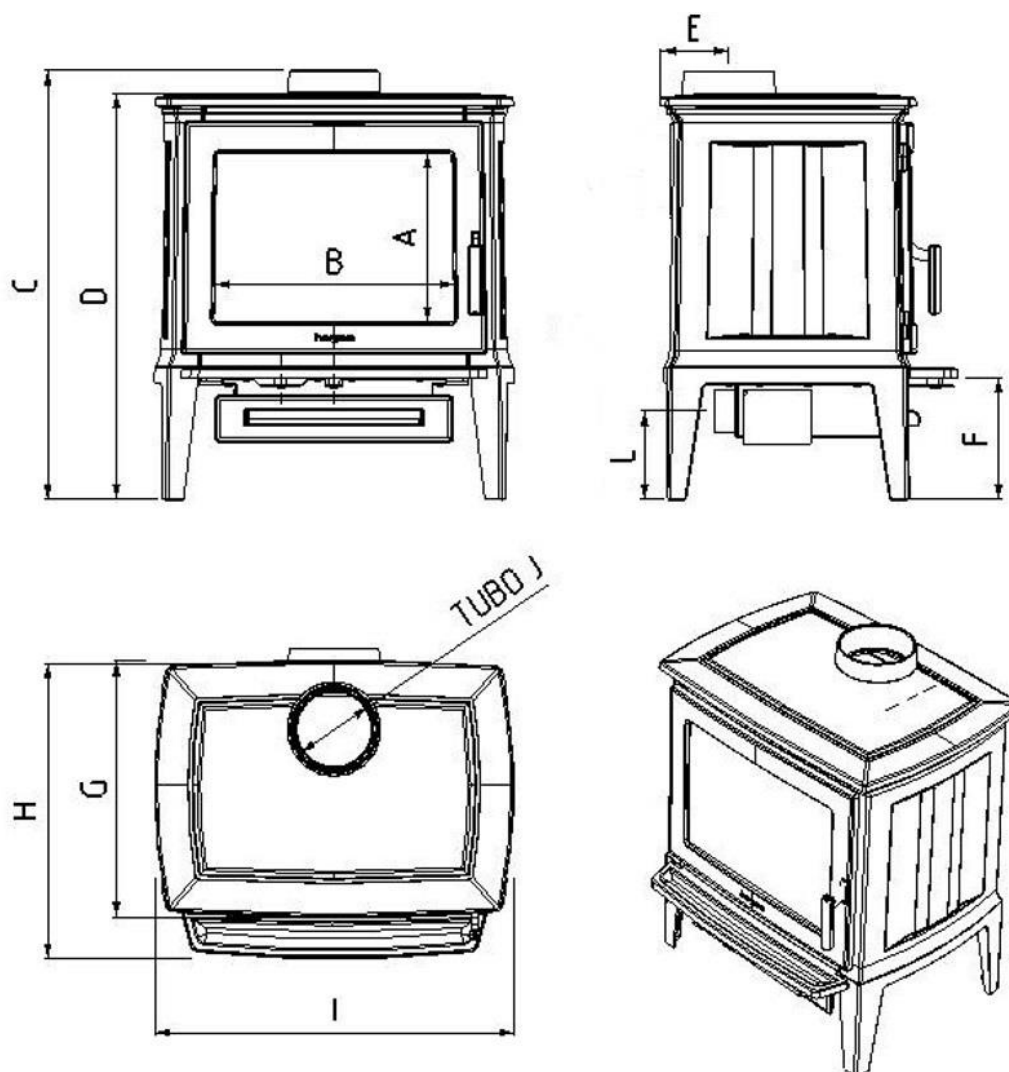

**FIG. 6 - DISTÂNCIAS DE SEGURANÇA**
- Quando colocar a estufa, respeite as distâncias de segurança necessárias, quer do forno, quer da chaminé, das superfícies combustíveis (paredes de madeira ou forradas, solo de madeira, etc.). Estas distâncias devem de ser respeitadas quando o recobrimento das paredes ou zonas próximas for suscetível de deterioro ou deformação pelo efeito das temperaturas (vernizes, tintas, P.V.C.. etc.). **Fig. 6.**